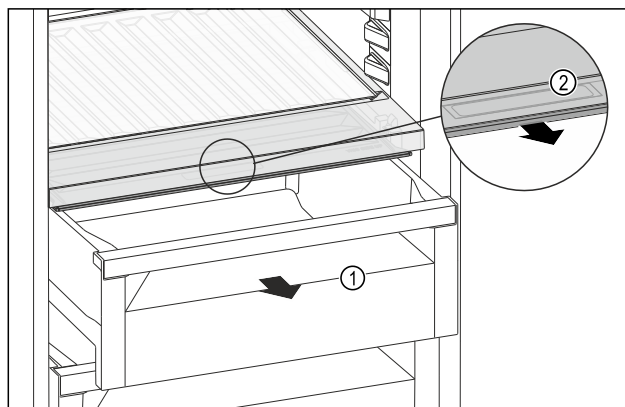

Fig. 232
- ▶ Zásuvku Fig. 232 (1) vytáhněte.
- ▶ Uchopte prohlubeň pro rukojeť Fig. 232 (2) na víku zásuvky a současně zatáhněte za víko zásuvky směrem dopředu.